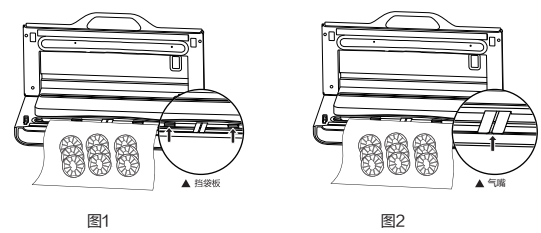

图1
- 纹路袋模式将真空袋袋口放在挡袋板内(一般超出真空室内壁3-5mm即可), 如图1;